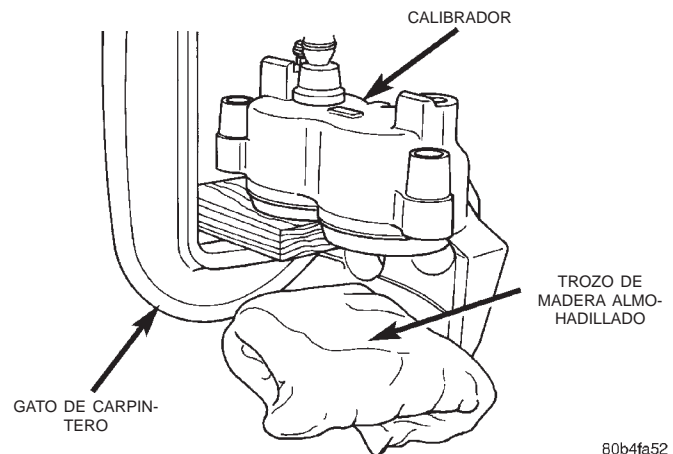

Fig. 64 Protección de pistón de calibrador
(3) Obtenga otro trozo de madera y almohadillelo con un espesor de 26 mm (1 pulg.) mediante paños de taller. Coloque este trozo en el lado de la zapata externa del calibrador, en la parte delantera del otro pistón. Esto hará de cojín y protegerá el pistón del calibrador durante el desmontaje (Fig. 64).